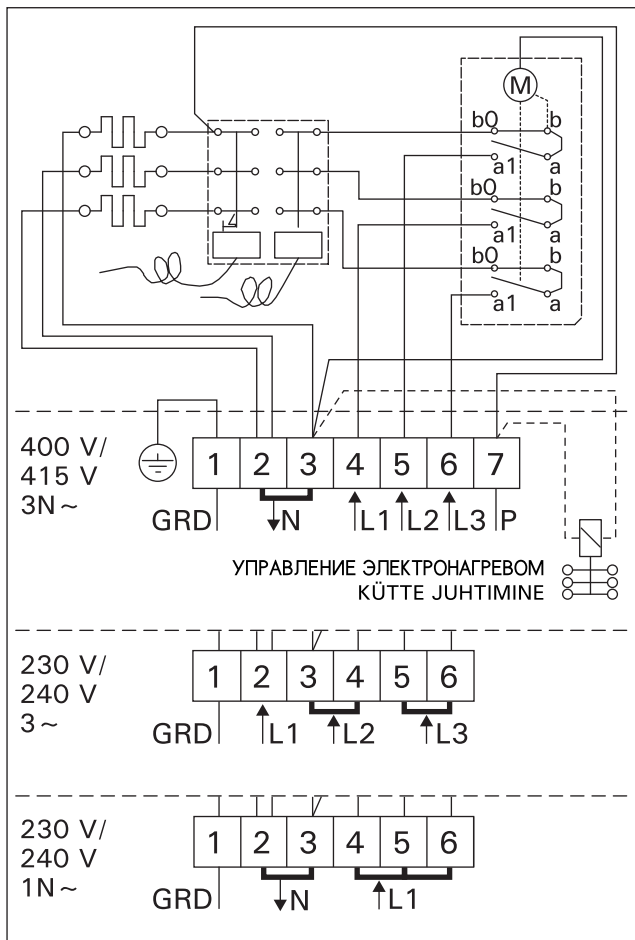

Рисунок 10. Электромонтаж каменки BC
- Кроме клемм питания каменки ВС оснащены также клеммой (P), которая делает возможным управление электрическим нагревом (рис. 10). Управляющее напряжение передается от каменки, когда она включена. Кабель управления электронагревом подводят прямо к соединительной коробке каменки и дальше с помощью резинового кабеля, равного по сечению соединительному кабелю, к клеммнику.